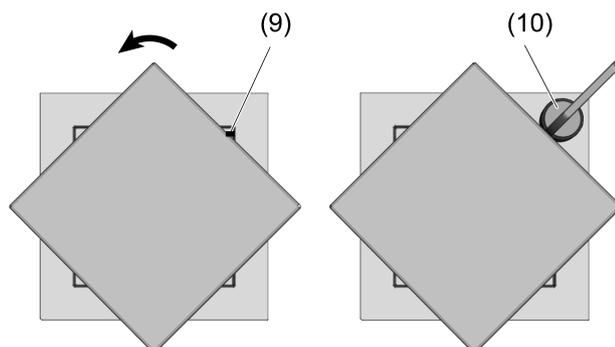

Bild 6
- Lichtaufsatz um 45° drehen, um die Markierung (9) frei zu legen (Bild 6).
- Magnet (10) auf Höhe der Markierung (9) auf die Abdeckung aufsetzen bis ein Klicken zu hören ist.